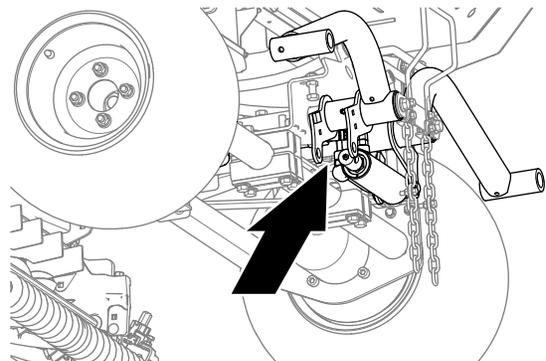

Figure 13
1. Placez un bac de vidange sous les raccords hydrauliques du vérin de levage (Figure 13).